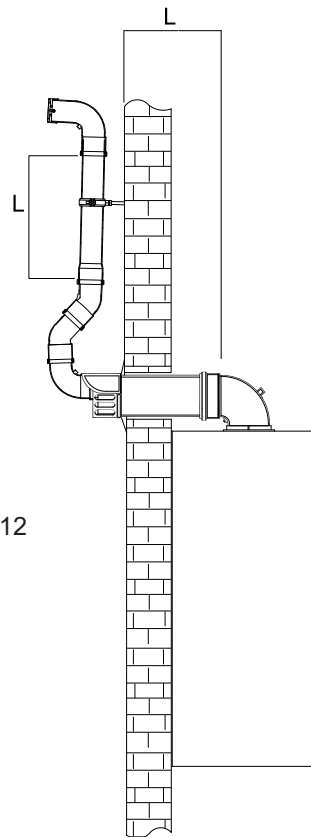

Fig. 12
**5.7 PLUME MANAGEMENT KIT (Fig 12)**
TER110101 (Fig. 12)	1 metre high plume kit containing: n. 1 terminal bend n. 1 90° elbow bend n. 2 45° bend n. 1 metre 60 M-F flue length n. 1 flue length bracket